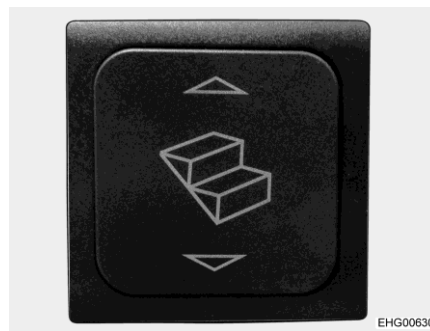

Bild 3 Bedienschalter Eintrittstufe
- Ausfahren:** ■ Wippschalter (Bild 3,1) unten drücken, bis die Eintrittstufe vollständig ausgefahren ist.
- Einfahren:** ■ Wippschalter (Bild 3,1) oben drücken, bis die Eintrittstufe vollständig eingefahren ist.